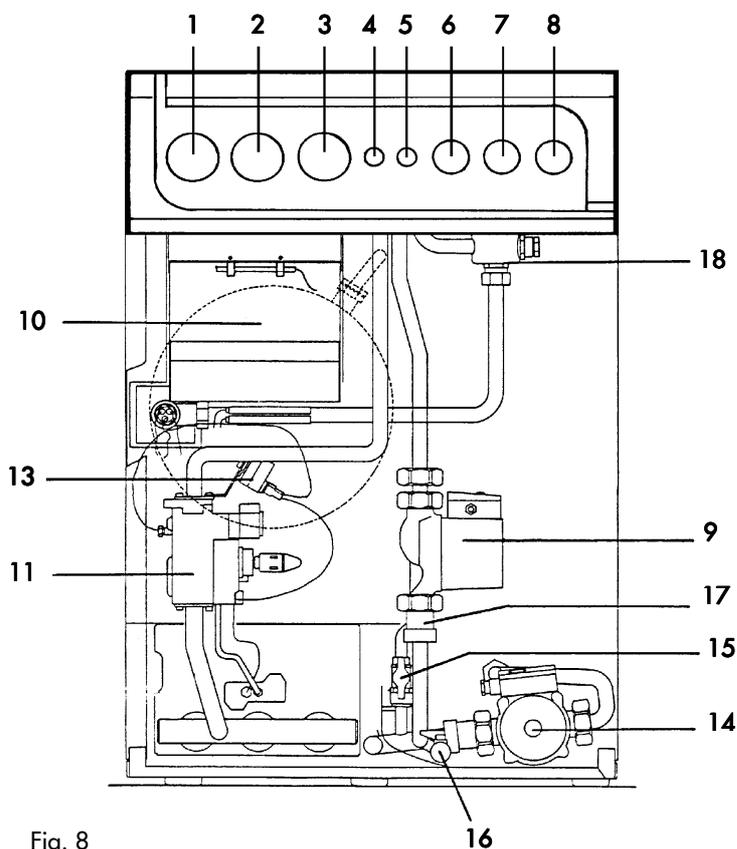

Fig. 8
Predisporre il commutatore Estate-Spento-Inverno 6 (fig. 8) sul pannello della caldaia, in posizione Inverno .
Posizionare il termostato di regolazione caldaia 8 (fig. 8) al valore minimo.
Posizionare il termostato di regolazione caldaia 8 (fig. 8) al valore di temperatura desiderata. Si accenderà così il bruciatore principale.
Predisporre il commutatore Estate-Inverno 6 (fig. 8) sul pannello della caldaia, in posizione "Estate" o "Inverno" a seconda dell'esigenza; regolare il termostato di caldaia ed il termostato del bollitore alla temperatura desiderata, a questo punto la caldaia è pronta per funzionare automaticamente.
Nota - Se dopo aver eseguito correttamente le manovre di accensione, i bruciatori non si accendessero e la spia del pulsante riarmo della centralina elettronica 4 (fig. 8) si illuminasse, attendere circa 15 secondi e quindi premere il pulsante 4. La centralina così ripristinata ripeterà il ciclo di accensione. Se, anche dopo il secondo tentativo, i bruciatori non si accendessero, consultare il paragrafo 8 "Ricerca guasti".
Per spegnere temporaneamente la caldaia, è sufficiente posizionare il commutatore 6 (fig. 8) Estate-Spento-Inverno sulla posizione intermedia 0 .
Ruotare la manopola del commutatore 6 (fig. 8) nella posizione 0 .
Nel caso si verifichi l'intervento del TERMOSTATO FUMI, bisogna svitare il coperchietto (pos. 5 - fig. 8) di protezione posto sul cruscotto portastrumenti e riarmarlo manualmente agendo direttamente sul termostato dopodiché la caldaia riprenderà il suo normale funzionamento.
La regolazione della temperatura dell'acqua di riscaldamento si effettua ruotando la manopola del termostato di regolazione 8 (fig. 8), sul quadro comandi. Ruotando la manopola in senso orario la temperatura dell'acqua di riscaldamento aumenta; in senso antiorario, diminuisce. La temperatura minima non deve essere regolata ad un valore inferiore a 55°, mentre la massima a non più di 90°.